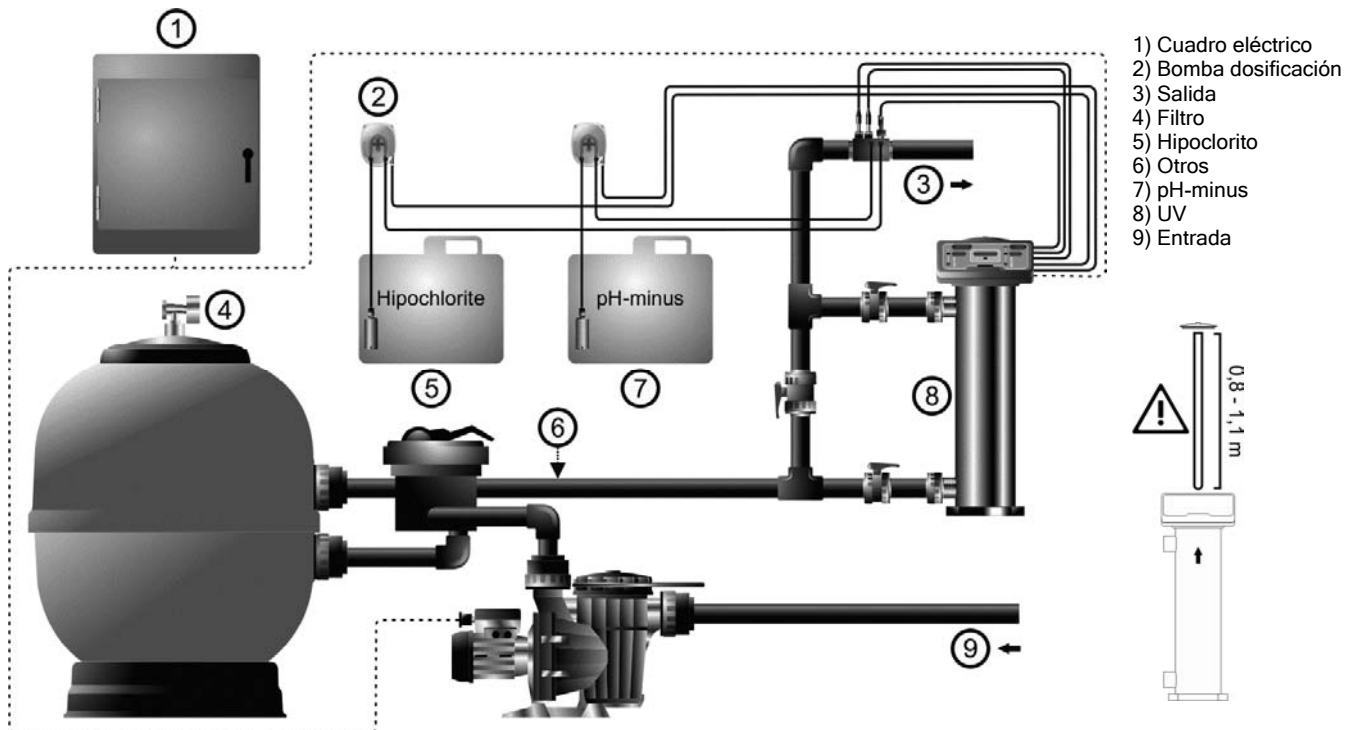
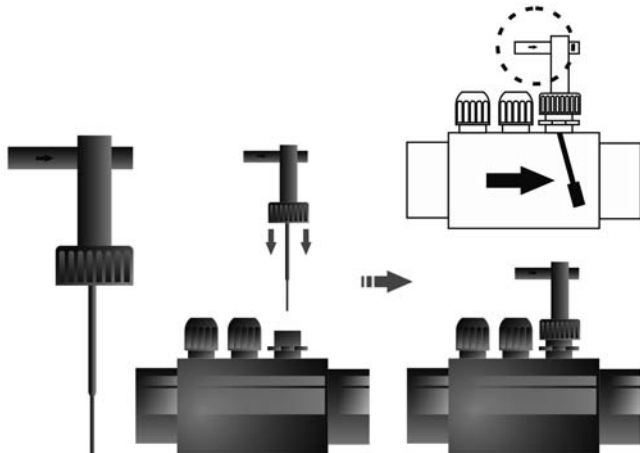
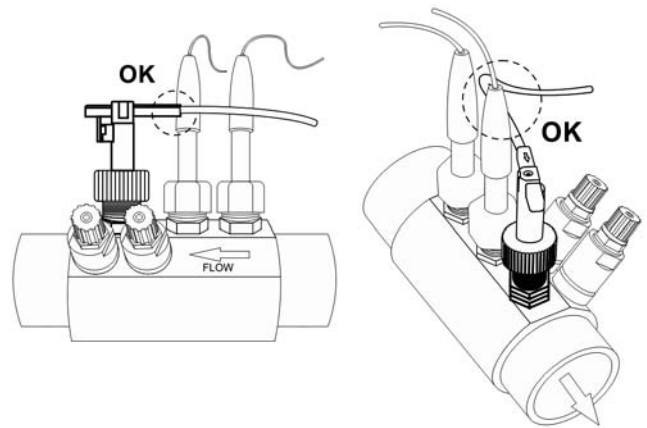

Fig. 1
Fig. 2b
Fig. 3b
El sistema UV LP/LP+ debe instalarse siempre de forma VERTICAL y sobre el suelo como se muestra en el diagrama de instalación recomendada (Fig. 1). Para garantizar su buen estado de conservación, debe procurarse instalar siempre el equipo en un lugar seco y bien ventilado de la sala de máquinas. El grado de estanqueidad del sistema UV LP/LP+ no permite su instalación a la intemperie.
1. Encolar el porta-sondas (pvc d63) suministrado en un tramo de la tubería situado detrás del by-pass UV (fig.1). El porta-sondas deberá instalarse siempre en posición horizontal al suelo (ver Fig. 2b), de forma que las entradas roscadas (1/2"G - 3/8"G) queden siempre accesibles para la posterior instalación de la inyección: pHminus + hipoclorito (ver fig. 3b).
2. Instalar el detector de flujo (flujostato) suministrado siempre de forma vertical en el porta-sondas (Fig. 2b).
3. Existe un flecha marcada en la cabeza del detector de flujo. Asegúrese que la flecha apunta en la dirección del flujo de agua (Fig. 2b y 3b).